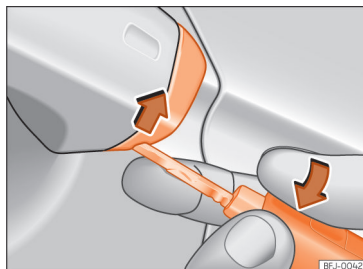

Fig. 55 Manípulo da porta do condutor: soltar a tampa fazendo alavanca.
- Introduza o palhetão na abertura inferior da tampa do manípulo da porta do condutor e retire a tampa de baixo para cima »»» Fig. 55.